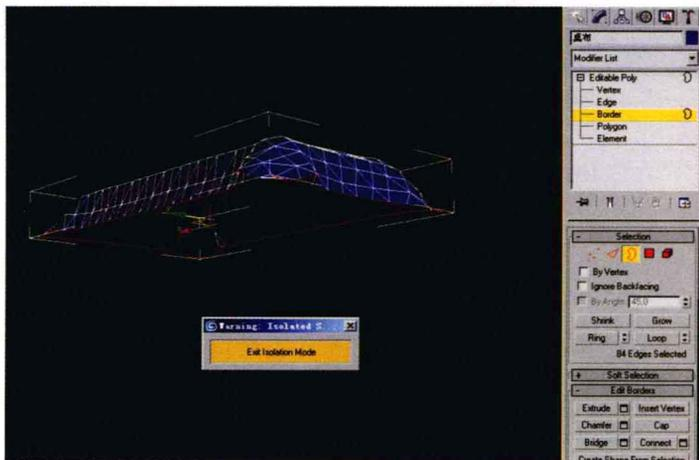

图 1-35
9. 由于【Plane】只是一个单面物体，导入到 Max 场景中后，发现桌布缺乏布的厚度，将其转换为可编辑的多边形，删除原来创建的物体和【布料采集器】。选择桌布，按“Alt+Q”键使其孤立，暂时隐藏其他不要的物体。回到修改器中，按下数字“3”键，进入【选择边界】的模式，在场景中框选桌布，边界被选择中。如图 1-35 所示。